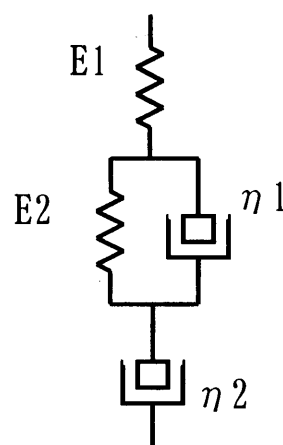
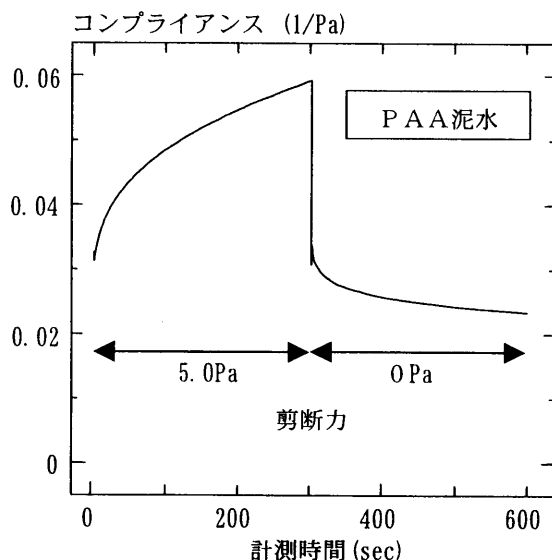

図2 バーガーモデル
図4 応力制御粘度計測定結果②
シールド用泥水は粘性、弾性両方の性質（レオロジー特性）を有しており、静置状態時に降伏値以下の剪断力を加えると歪みが発生し、剪断力を除去すると歪みが回復することが知られている。よって応力制御型粘度計で歪みと剪断力を測定し、図2に示すバーガーモデルに従い粘性と弾性を算出した。図3に従来型泥水の応力制御粘度計測定結果①を、図4にPAA泥水の応力制御粘度計測定結果②をそれぞれ示す。